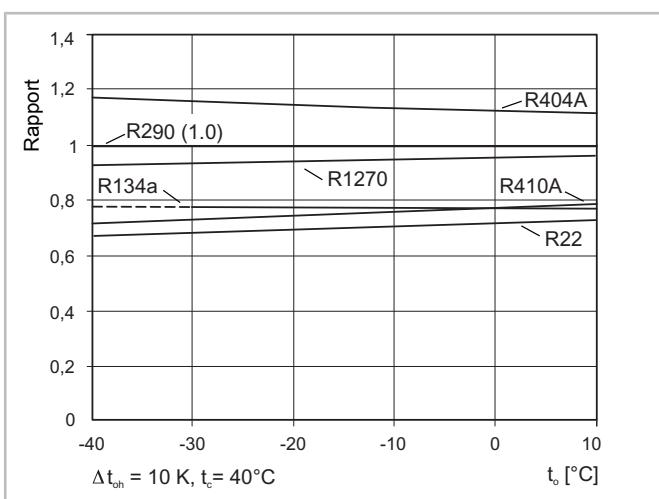

Fig. 6: Débit de liquide de différents fluides frigorigènes par rapport à R290 avec une puissance frigorifique identique
- Dimensionnement de la conduite de liquide identique à celui pour R22 (flux volumétrique de liquide plus élevé, mais perte de pression plus faible due à une densité plus basse), voir figure 6, page 39.